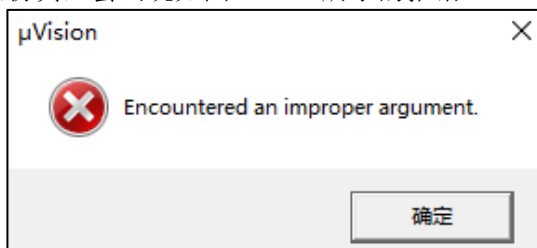

图 4.3.3.1 仿真结束时报错！
1. 由于 MDK5.23 以后对中文支持不是很好，具体现象是：在仿真的时候，当有断点未清除时点击结束仿真，会出现如图 4.3.3.1 所示的报错：